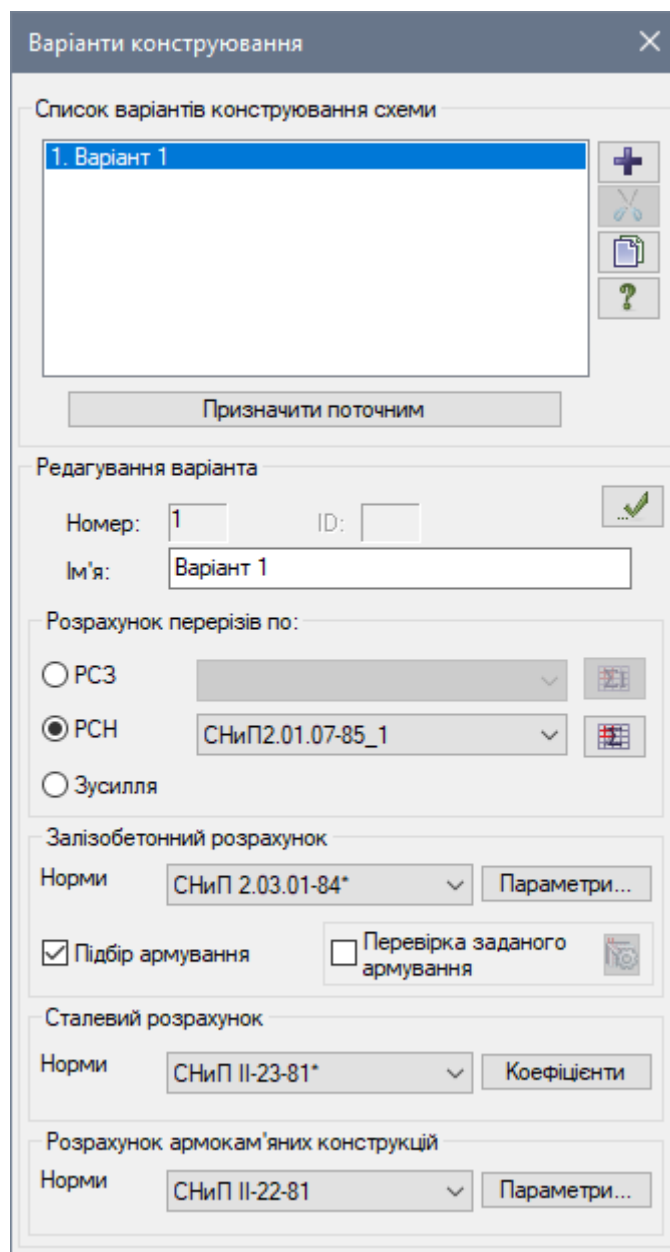

Рис. 3.11. Діалогове вікно Варіанти конструювання
В діалоговому вікні **Варіанти конструювання** (рис. 3.11) можна вибрати нормативні документи для розрахунку залізобетонних, сталевих а також армокам'яних конструкцій. Також можна вказати, по якому методу буде проводитися розрахунок: РСЗ, РСН або Зусилля. Таблиці РСЗ і РСН генеруються виходячи з видів завантажень, заданих в **Редакторі завантажень** (рис. 3.24). Однак, якщо задати параметри для варіанту конструювання перед заданням видів завантажень, таблиці РСЗ і РСН перед розрахунком необхідно буде корегувати.
- Відкрийте діалогове вікно **Варіанти конструювання** (рис. 3.11) натисканням на кнопку  – **Варіанти конструювання** (панель **Конструювання** на вкладці **Створення та редагування**).